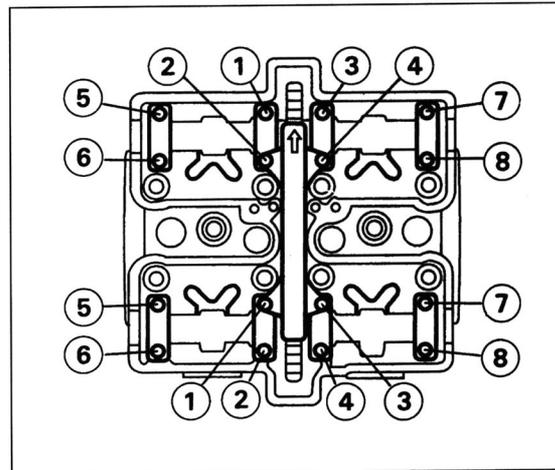

Bild 195
- Nockenwellen-Lagerdeckel gemäß Nummerierung und Anzugsreihenfolge (Bild 195) anbringen. Zuerst Lagerdeckel-Schrauben ① und ② gleichmässig anziehen, dann die restlichen Schrauben gemäß Anzugsreihenfolge anziehen (12 Nm).